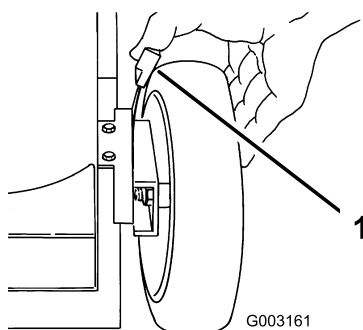

Figura 17
1. Tire de la palanca de ajuste de la altura de la rueda hacia la rueda (Figura 17) y muévela a la posición deseada.